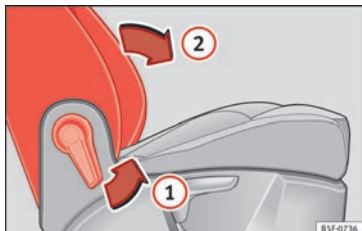

Bild 149 Passagerarsäte fram: Spak för att fälla ryggstödet nedåt.
- Dra spaken **1** » **bild 149** och tryck ryggstödet **2** tills det befinner sig i horisontalt läge.